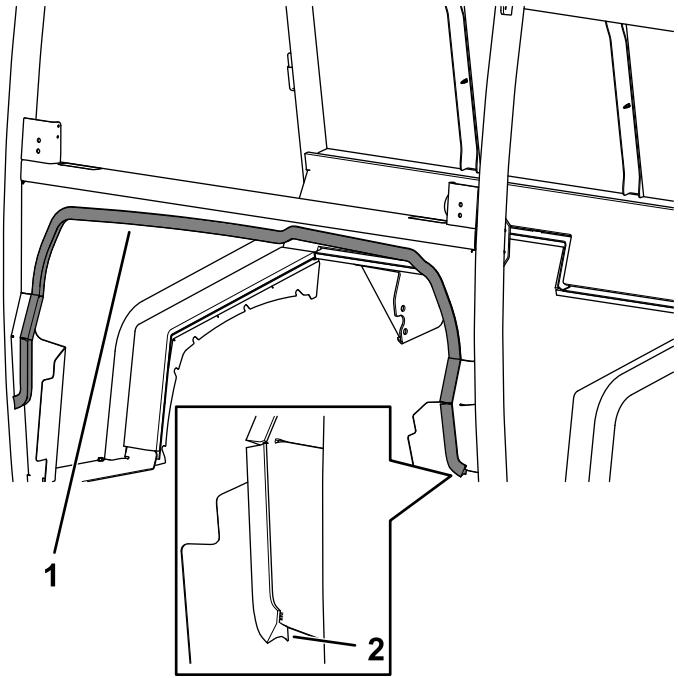

Figura 30
- Instale la junta del salpicadero inferior en la cabina (Figura 30).
Asegúrese de que instala la junta con el borde más largo hacia la parte delantera (Figura 30).